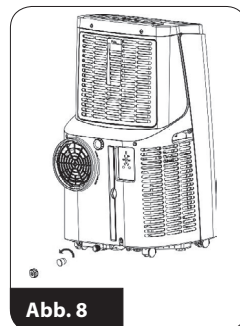

Abb. 8
- stellen Sie ein flaches Gefäß unter die untere Wasserablassschraube (13)
- lösen Sie die Mutter, entfernen Sie den Gummistopfen (Abb. 8).